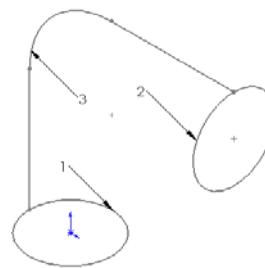

图 3-60 等轴测视图
**10** 设置视图方向。单击“标准视图”工具栏中的“等轴测”图标 ，将视图以等轴测方向显示，结果如图 3-60 所示。
**12** 设置属性管理器。在“轮廓”一栏中，依次选择如图 3-60 所示圆 1 和圆 2；在“引导线”一栏中，选择如图 3-60 所示的草图 3，按照图示进行设置。